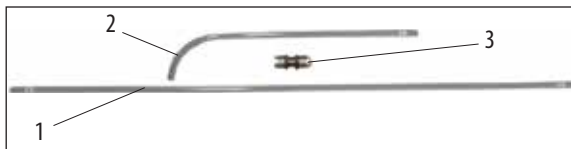
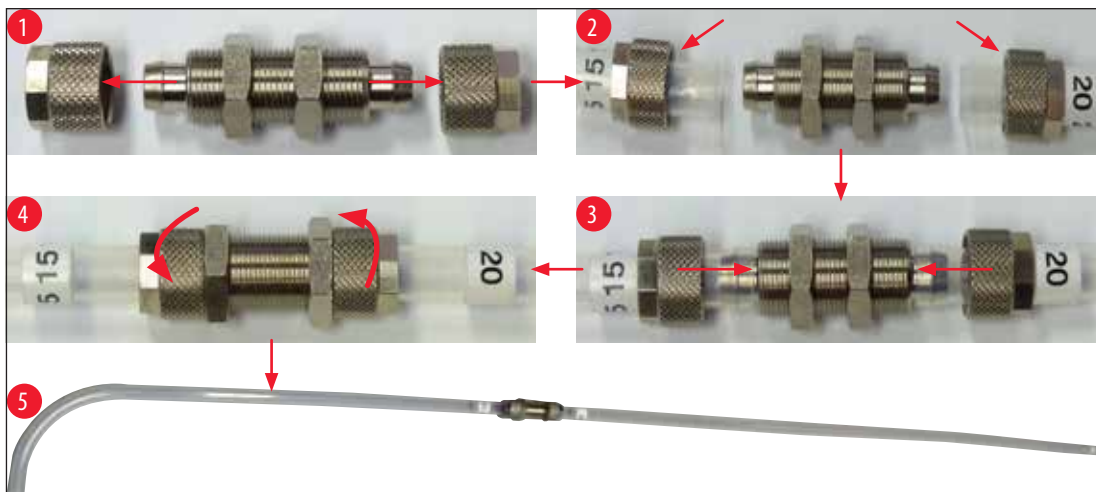

图 88
图 89
- 1 根标有“20”的直软管 (图 88, 1)
- 1 根标有“15”的弯软管 (图 88, 2)
- 1 个联轴节 (图 88, 3)
1. 从联轴节 (图 88, 3) 上拧下两个螺母 (图 89, 1)。
2. 将其中一个螺母推入标有“20”的软管的直端 (图 89, 2)。
3. 将标有“15”的软管的直端推入联轴节的一个螺纹接头中，并将标有“20”的软管的直端推入相反的螺纹接头中。请注意，应将两根软管尽可能地推入两个接头中 (图 89, 3)。
4. 最后，将两个螺母牢固地拧紧在联轴节的螺纹中 (图 89, 4)，以固定软管 (图 89, 5)。